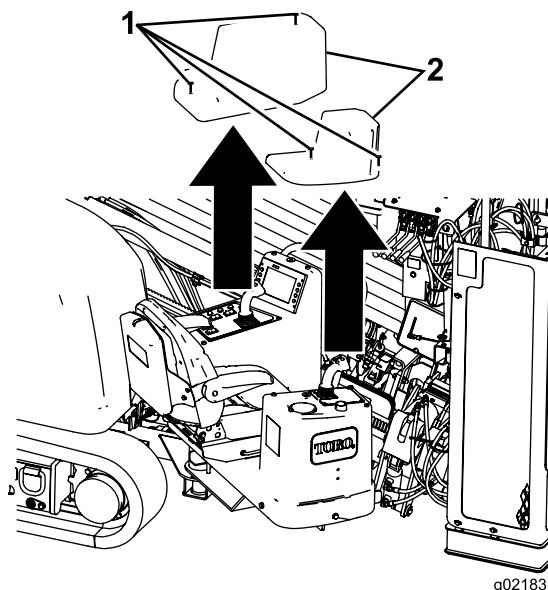

Рисунок 77
3. Ослабьте 4 винта крепления крышек пультов оператора и снимите крышки (**Рисунок 77**)